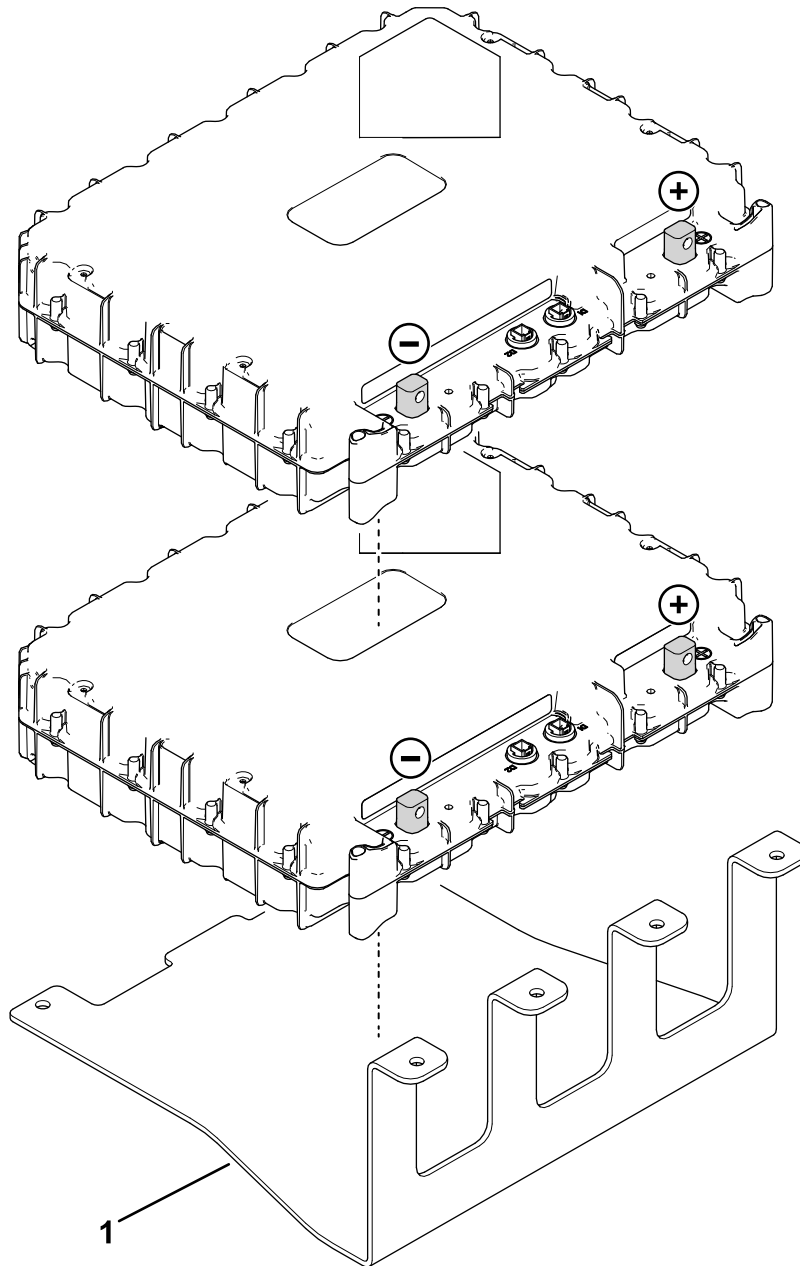

Figur 17
1. Fjern hetten (Figur 17) fra de positive polene på de to gjenværende batteriene.